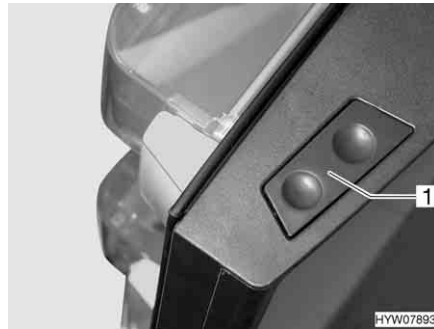

Bild 219 Entriegelungstaste der Kühlschrantür (Dometic 8er-Reihe)
- Die Entriegelungstaste (Bild 219,1) drücken und die Kühlschrantür öffnen.